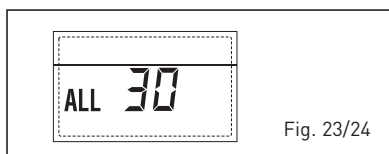

Fig. 23/24
- ANOMALÍA SONDA IMPULSIÓN CASCA-DA "ALL 31" (fig. 23/25)